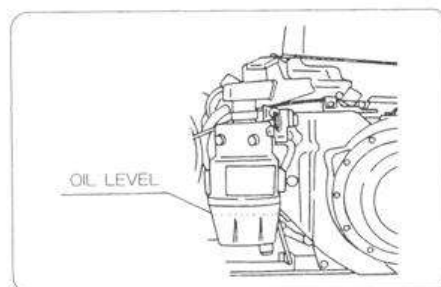

図25
- 規定量・オイルバンのOIL LEVELとされているところ。(図25)